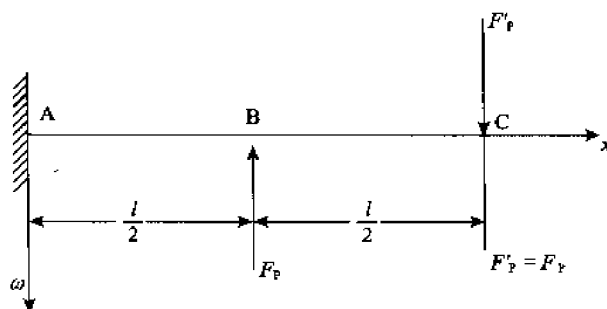

图 9-32
7. 线弹性材料悬臂梁承受载荷如图 9-32 所示, 其中 $F'_P = F_P$, V_e 为梁的总应变能, V_{AB} 和 V_{BC} 分别为 AB 和 BC 段梁的应变能, w_B, w_C 分别为点 B、C 的挠度。关于这些量之间的关系有下列四个等式, 试判断哪一个是正确的, _____。